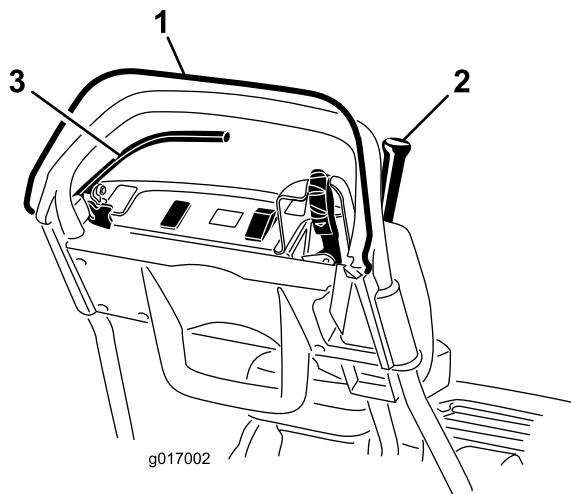

Figura 27
- Con el CPO quitado, intente engranar la palanca de tracción (Figura 27). La palanca de tracción no debe engranarse. Si la palanca de tracción se engrana, es necesario ajustar el sistema de interruptores de seguridad. Corrija el problema antes de usar la máquina. Consulte Mantenimiento del interruptor de seguridad de la tracción (página 31).
- Con el CPO apretado y la palanca de tracción engranada, suelte el CPO (Figura 27). La palanca de tracción debe desengranarse. Si la palanca de tracción no se desengrana, es necesario ajustar el sistema de interruptores de seguridad. Corrija el problema antes de usar la máquina. Consulte Mantenimiento del interruptor de seguridad de la tracción (página 31) o Ajuste del control de tracción (página 34).
- Con el CPO presionado y la palanca de cambios hacia la izquierda, engrane la tracción y el molinete, y suelte el CPO (Figura 27). La palanca de tracción debe desengranarse. Si la palanca de tracción no se desengrana, es necesario ajustar el sistema de interruptores de seguridad. Corrija el problema antes de usar la máquina. Consulte Mantenimiento del interruptor de seguridad de la tracción (página 31), Ajuste del control de tracción (página 34) o Ajuste del control del molinete (página 35).
- Con el CPO presionado y la palanca de cambios hacia la izquierda para engranar la tracción y el molinete, mueva la palanca de cambios a la derecha para desengranar la transmisión del molinete (Figura 27). La transmisión del molinete debe desengranarse. Si la palanca de tracción no se desengrana, es necesario ajustar el sistema de interruptores de seguridad. Corrija el problema antes de usar la máquina. Consulte Ajuste del control del molinete (página 35).
- Con el CPO apretado, la palanca de tracción engranada y los controles del motor en la posición de arranque (Figura 27). Intente arrancar el motor. El motor no debe arrancar. Si el motor arranca, es necesario ajustar el interruptor de seguridad. Corrija el problema antes de usar la máquina. Consulte Mantenimiento del interruptor de seguridad de la tracción (página 31).
- Con la palanca de tracción desengranada, el freno de servicio puesto y los controles del motor en la posición de arranque (Figura 27). Intente arrancar el motor. El motor debe arrancar. Si el motor no arranca, es necesario ajustar el interruptor de seguridad. Corrija el problema antes de usar la máquina. Consulte Mantenimiento del interruptor de seguridad del freno (página 32).
- Con el motor en marcha, ponga el freno de servicio (no el freno de estacionamiento), apriete el CPO y engrane la palanca de tracción (Figura 27). El motor debe trabajar para superar el efecto del freno, pero no debe pararse. Si el motor se para inmediatamente, es necesario ajustar el interruptor de seguridad. Corrija el problema antes de usar la máquina. Consulte Mantenimiento del interruptor de seguridad del freno (página 32).
- Con el motor en marcha, ponga el seguro del freno de estacionamiento, apriete el CPO y engrane la palanca de tracción (Figura 27). El motor debe pararse. Si el motor no se para, es necesario ajustar el interruptor de seguridad. Corrija el problema antes de usar la máquina. Consulte Mantenimiento del interruptor de seguridad del freno (página 32).